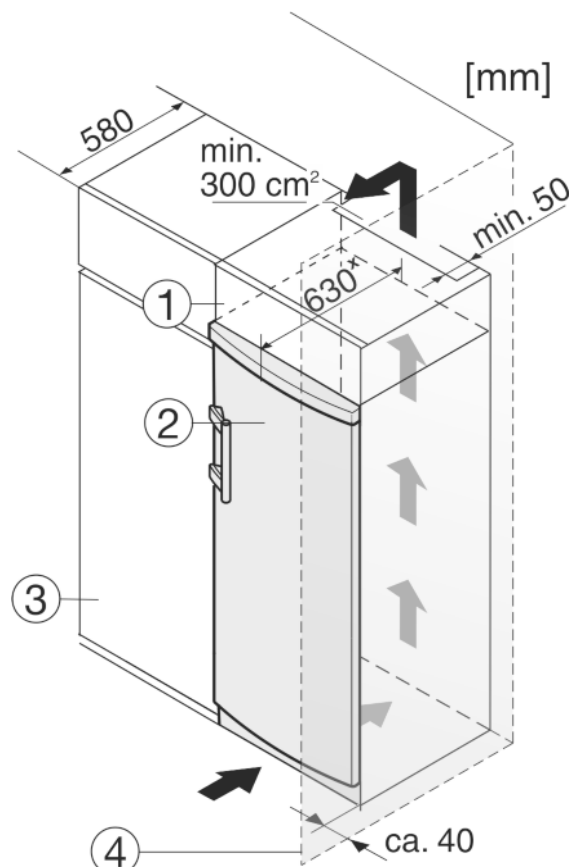

Fig. 9
L'appareil peut être entouré de meubles de cuisine. Pour adapter l'appareil Fig. 9 (2) à la hauteur des placards de la cuisine intégrée, on peut placer un élément haut Fig. 9 (1) au-dessus de l'appareil.
Lors de la transformation avec des placards de cuisine (profondeur max. 580 mm), l'appareil peut être placé directement à côté du placard de cuisine Fig. 9 (3). L'appareil dépasse latéralement de 34 mm^x et de 50 mm^x au centre de l'appareil par rapport à la face avant du placard de cuisine.
Si l'appareil est installé avec les charnières à côté d'un mur Fig. 9 (4), la distance entre l'appareil et le mur doit être de 40 mm min. Ceci correspond à la saillie de la poignée lorsque la porte est ouverte.